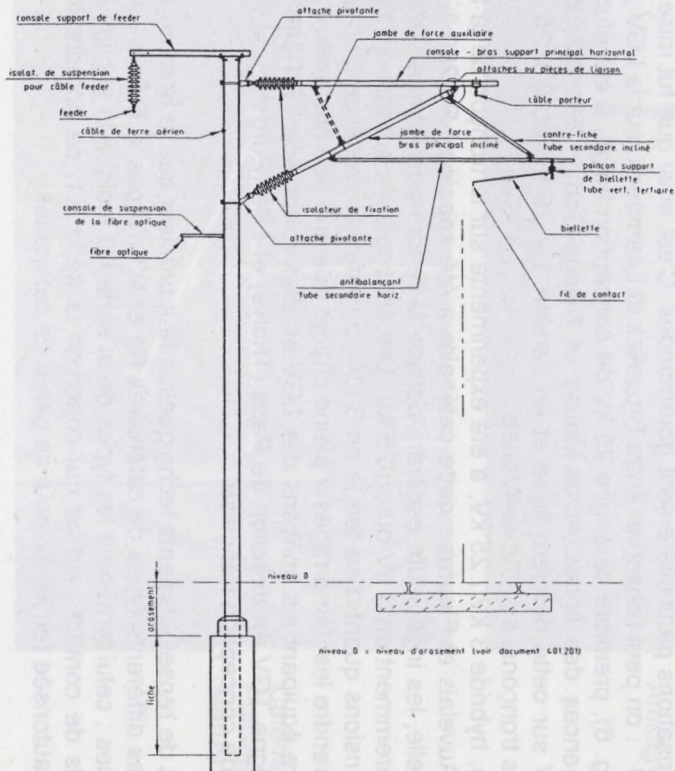

Fig. 6. Caténaire "R1 - 120"
- la "**R1-120**" (Fig. 6), première caténaire 25 kV de conception belge, a été étudiée pour satisfaire les exigences des lignes Athus-Meuse et Rivage-Gouvry. Elle est utilisée en version 1 x 25 kV sur cette dernière ligne et en version 1 x 25 kV ou 2 x 25 kV (avec feeder), suivant les tronçons, sur l'Athus-Meuse ;